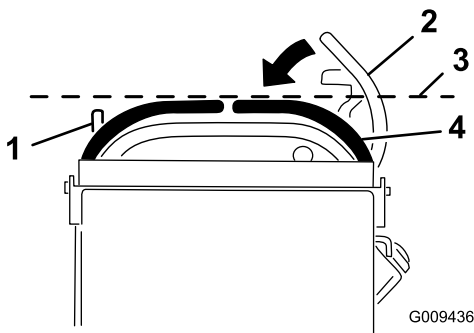

Figura 68
3. Empurre para baixo a alavanca de controlo do movimento do lado direito, para fora da posição de BLOQUEADA EM PONTO MORTO (Figura 68).
4. Verifique se a alavanca de controlo de movimento do lado direito alinha horizontalmente com a alavanca de controlo de movimento do lado esquerdo (Figura 68).